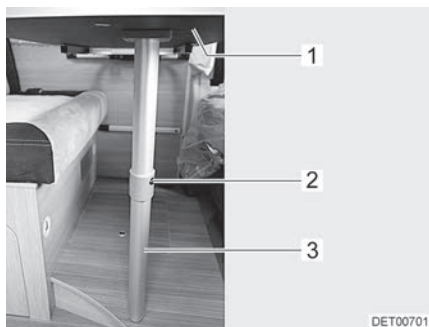

Fig. 84 Sommier de lit
- Soulever légèrement le plateau de table (Fig. 84,1) à l'avant.
- Appuyer sur le bouton de déverrouillage (Fig. 84,2) et rabattre la partie inférieure du pied d'appui à joint (Fig. 84,3) de 90°.